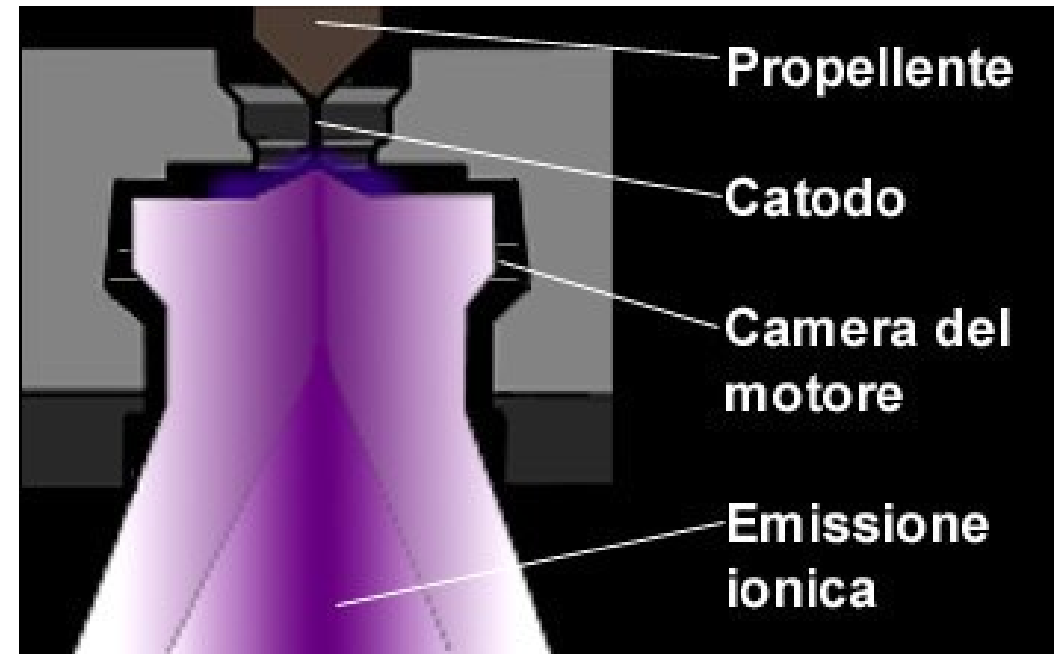

Figura 4: Principio di funzionamento propulsore
- Figura 4, https://www.seleya.it/04_ing/real_tech/prop_ionica.html